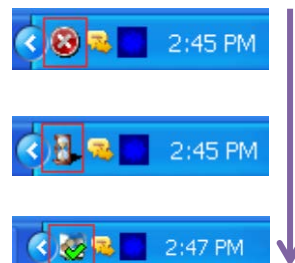

Figura 13: Icono de estado.
- Lo primero que debe revisarse es el icono de estado, en la parte inferior derecha de la pantalla, el cual muestra cuando el monitor del servidor 3500 está activado. Tardará unos 2 minutos aproximadamente en configurarse. Podemos verificarlo debido a la transformación del icono, el cual pasará de un círculo rojo con una X en su centro (indicando que NO todos los servicios del 3500 están activos) a un reloj de arena para pasar finalmente a un **✓**, indicando que todos los servicios del secuenciador están activados (Figura 13).